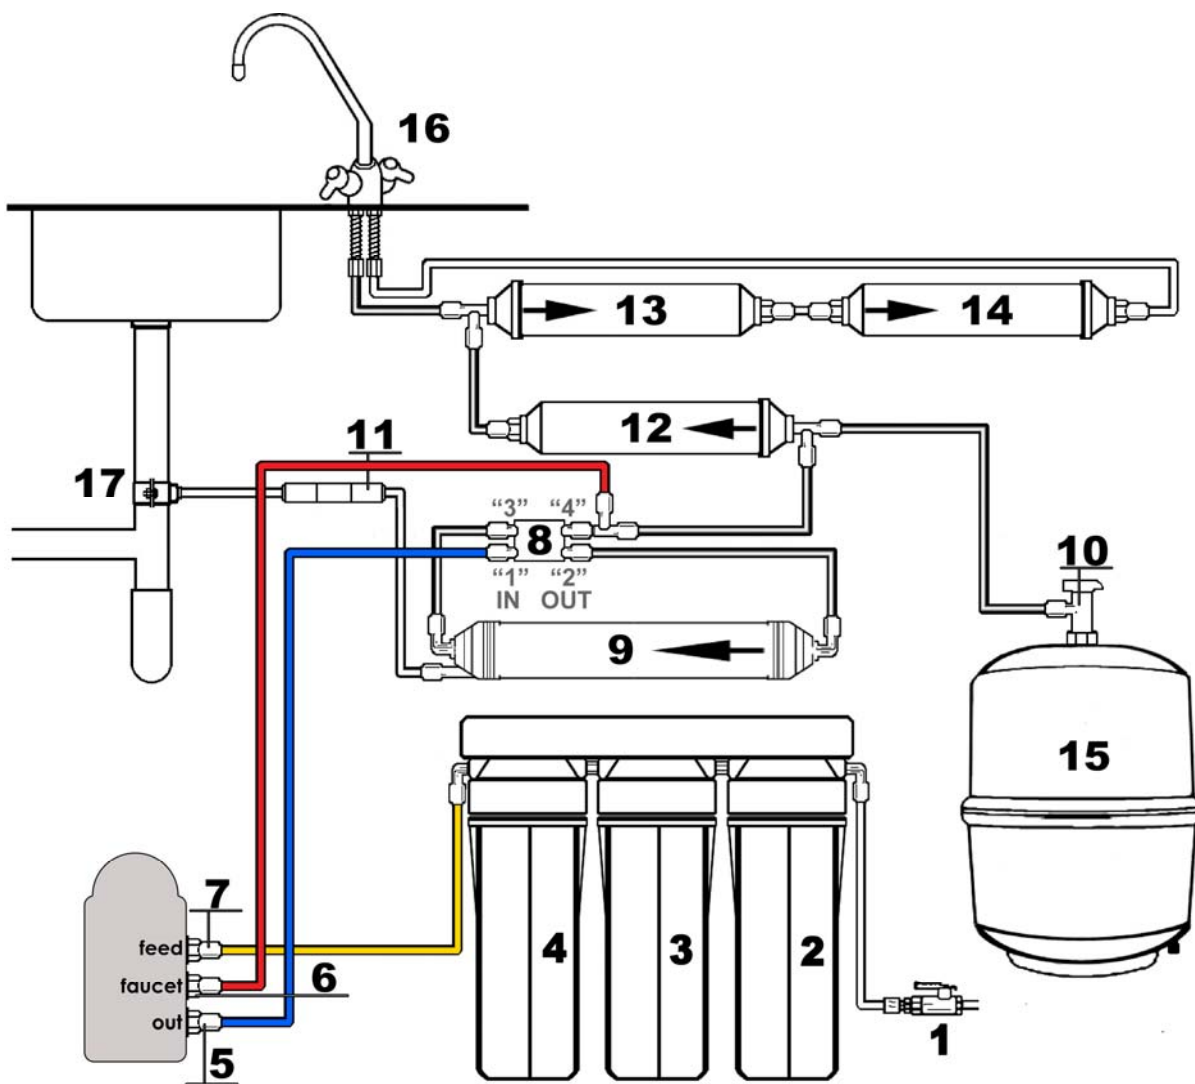

Рис.2
Подключение повысительного насоса «Shark» (рис.2)
2. Синим шлангом соединить выход с насоса **OUT (5)** и вход на клапане **(8) IN (рис.2)**
3. Тройник с красным шлангом вставить в отверстие с цифрой «4»(см. схему на рис.2) на клапане **(8)**, а другой конец вставить в отверстие **High Pressure Switch (6)**